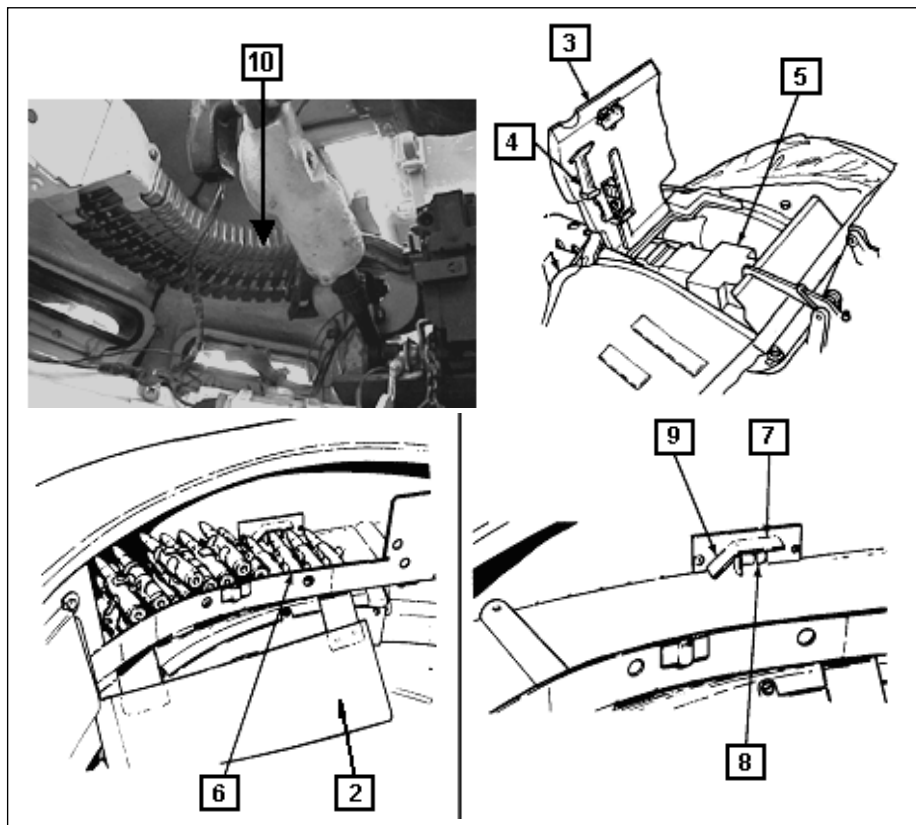

Fig 4-72. Colocação da munição no cofre
d. Colocação da munição no cofre (Fig 4-72)
- (1) Colocar a chave de segurança(1) em S(segurança).
- (2) Desligar as chaves CÚPOLA POWER e GUN SAFETY.
- (3) Abrir as tampas(2) dos cofres de munição.
- (4) Levantar a tampa do berço. Manter a tampa de acesso do berço(3) aberta, cerca de 2,5 cm. Segurar com o prendedor(4) para ter acesso à Mtr(5).
- (5) Inserir o terceiro cartucho(6) da fita de munição sob o retém(7). A extremidade do projétil deve abaixar o botão de detecção do último cartucho(8). Assegurar que o quarto tiro esteja fora da rampa do retém(9).
- (6) Alojjar a fita de munição em camadas horizontais dentro do cofre.
- (7) Fechar a tampa de trás do cofre. Alimentar os 3 ou 4 primeiros tiros do lado da entrada da fita, dentro da calha flexível(10).
- (8) Alcançar por baixo a calha e empurrar o segundo ou terceiro cartucho com a mão direita pegando na ponta dos projéteis. Puxar os cartuchos para dentro do armamento, alimentando, enquanto mantém a fita para cima, com a mão esquerda, para aliviar o peso sobre a calha.
- (9) Fechar a tampa dos cofres(2).